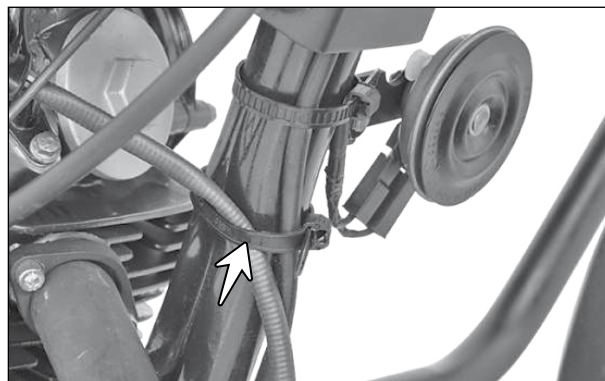

Fig. 2.7
- Remova a abraçadeira (seta) e desloque a fiação elétrica do sensor de O_2 (Fig. 2.7)